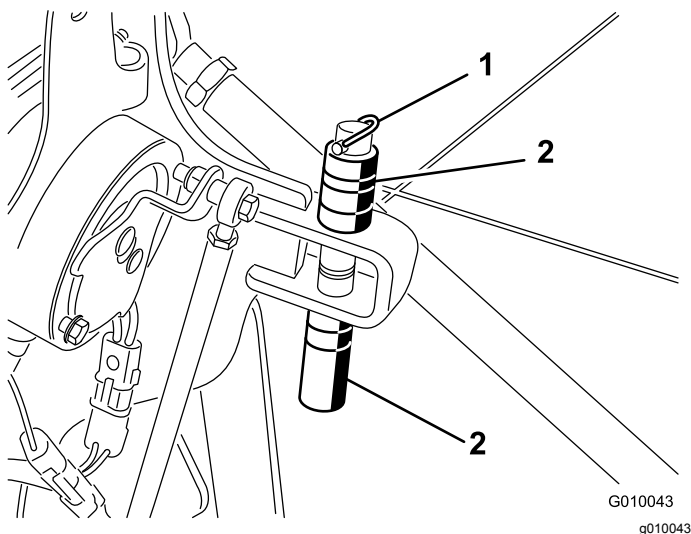

Figure 22
- Retirez la goupille à anneau qui maintient les entretoises et les goupilles de profondeur (Figure 22).